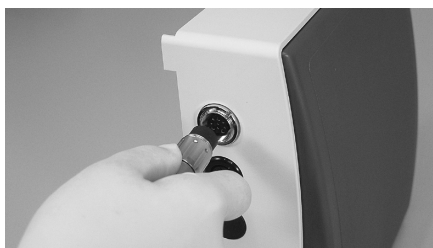

Fig.3
Insérer la prise du cordon moteur dans la fiche ⑬ du boîtier, bien aligner les broches et visser pour un bon maintien. (Fig. 3)